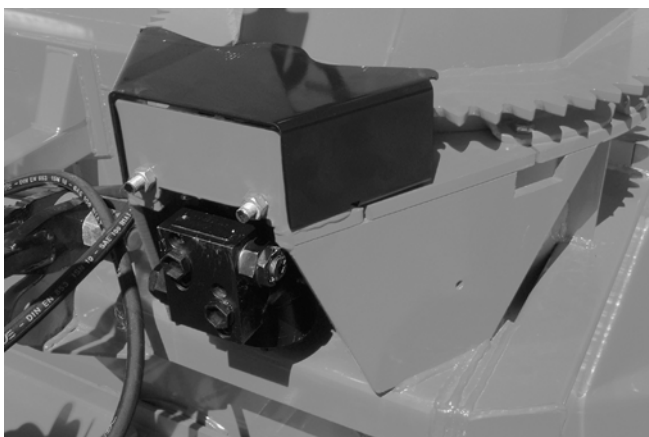

Figure 27
- 5) Boulonner le garde à sa place. Il est important d'utiliser la valve d'amortissement ajustée en usine à 1600 lb/po² maximum (Fig. 27).